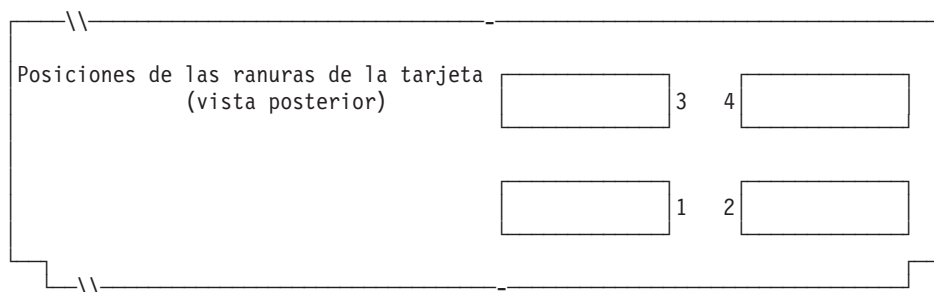

Figura 77. Parte posterior del Controlador/Terminal IBM 4693-5x1 o 4693-7x1
4. En la Figura 77 marque con una X cada ranura de tarjeta que tenga instalado un Adaptador Asíncrono Dual **para que lo utilicen las aplicaciones de terminal**. No ponga ninguna X si la tarjeta va a ser utilizada por aplicaciones distintas a las de terminal.